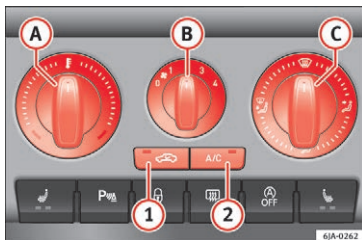

Fig. 168 Airconditionanlæg: betjeningselementer
Køleanlægget arbejder kun, hvis der er trykket på knappen **A/C** **2** »» **Fig. 168** »» **Side 150**, og følgende betingelser er opfyldt:
- Drej drejeregulatoren **A** » **Fig. 168** mod højre for at øge temperaturen.
- Drej blæserkontakten **B** » **Fig. 168** til en af positionerne 1 til 4 for at tilslutte blæseren.
- Med kontakten til regulering af luftfordelingen **C** » **Fig. 168** kan du regulere luftens retning » Side 148.
- Tryk på knappen **A/C** **2** » **Fig. 168**. Kontrollampen i knappen lyser.
Når drejknappen **C** » **Fig. 168** står i defrosterindstillingen, er recirkulationsluftspjældet altid åbent (lysindikator slukket).
• Tryk på knappen **1** » Fig. 168; kontrollampen i knappen lyser og viser, at recirkulationsfunktionen i bilens kabine er blevet aktiveret.